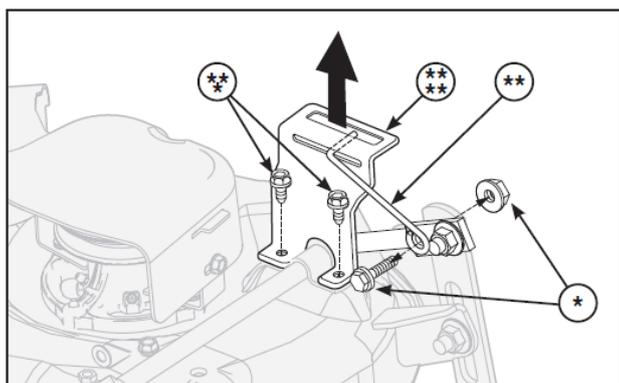
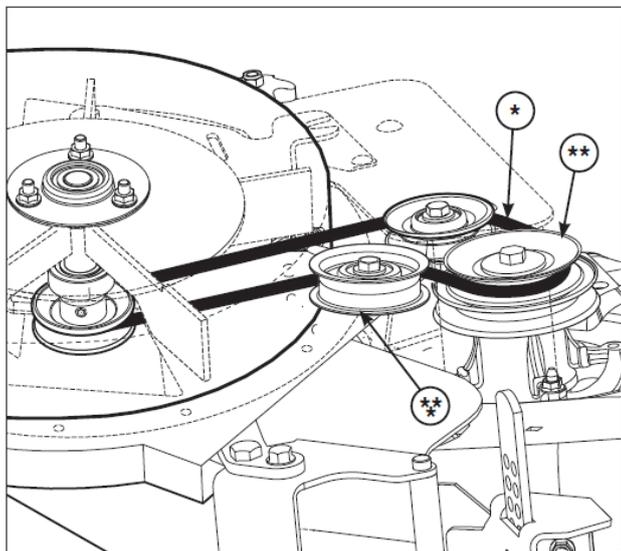

図 1
図 21
1. 刈高表示ロッド(図1の**)を固定しているボルトとナット(図1の*)取り外してください。刈高表示ロッド、ボルト、ナットは保管しておきます。
1. ブLOWER駆動ベルト(図 21 の*)を図に示されているようにプーリー(**)とプーリー (***)に通してください。
3. もしブLOWER駆動プーリー (図 21**) がブLOWERファンアイドラープーリー (***)と図 21 の位置 (同じ高さ) になっていなかったら、前のピボットブラケットのナットを緩めてください。(図 1 1 参照)
5. 図 1 1 で組み付けられた前のピボットブラケットと補助車輪をしっかり締めてください。